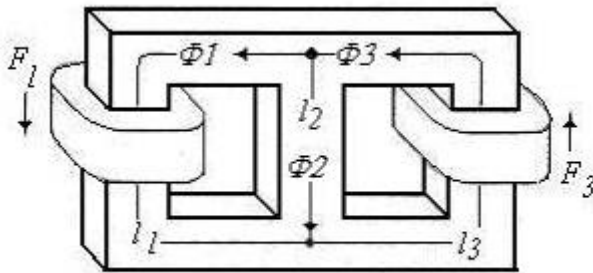

Fig. 8
9.-El circuito magnético paralelo de la Fig. 8 es de silicio-acero con la misma área de sección transversal en toda su extensión $S = 1,30$ cm². Las longitudes medias son $l_1 = l_3 = 25$ cm, $l_2 = 5$ cm. Las bobinas tienen 50 vts. cada una. Dado que $\phi_1 = 90$ μwb y $\phi_3 = 120$ μwb. Halle las corrientes de las bobinas.-